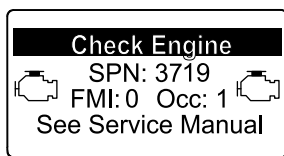

Figura 51
- Aviso do motor SPN 3719, FMI 0 (Figura 51)